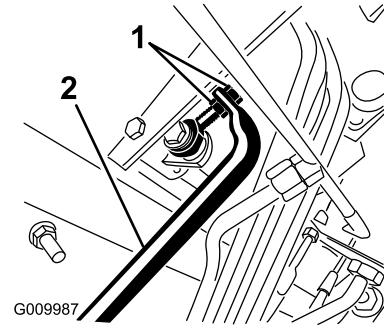

Figura 47
4. Ajuste as porcas de segurança na extremidade da barra da bomba para mover o tubo de controlo da bomba para a frente e eliminar o risco de deslizamentos para a frente e para trás (Figura 47).